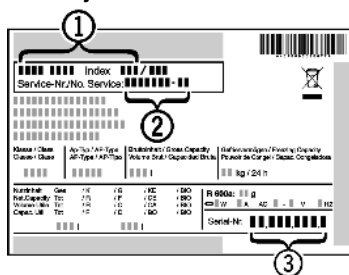

Fig. 60
- ▶ Odczytać z tabliczki znamionowej oznaczenie urządzenia Fig. 60 (1), nr serwisowy Fig. 60 (2) oraz numer seryjny Fig. 60 (3). Tabliczka znamionowa znajduje się po lewej stronie wewnątrz urządzenia.